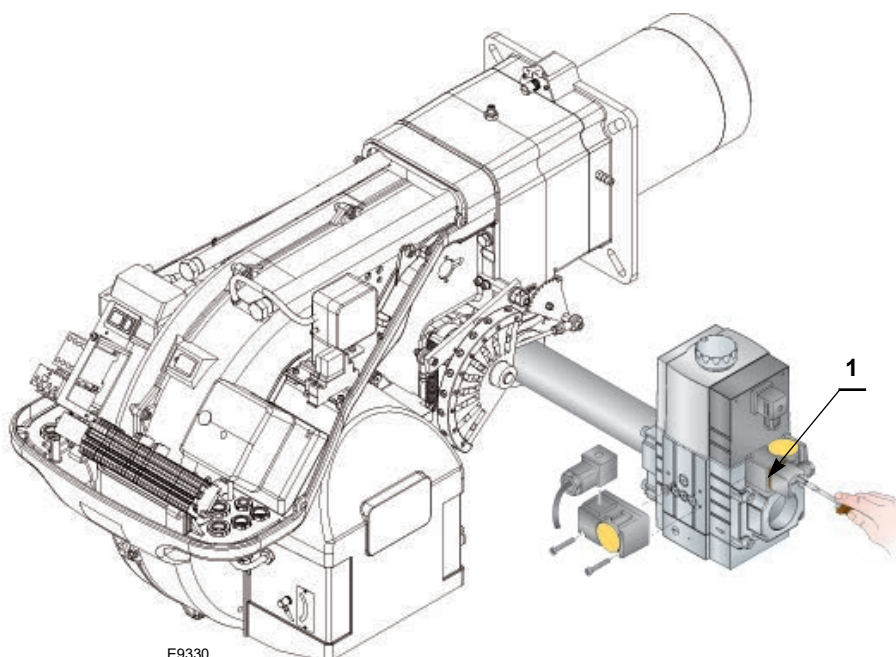

Fig. 23
- Controlar la presión de alimentación del gas conectando un manómetro a la toma de presión 1)(Fig. 23) del presostato gas de mínima: debe ser inferior a la presión máxima permitida de la rampa de gas, que figura en la placa de características.
- Purgar el aire de la línea de la rampa de gas, conectando un tubo de plástico en la toma de presión 1)(Fig. 23) del presostato gas de mínima. Extender hasta el exterior del edificio la línea de purgado, hasta sentir el olor del gas.